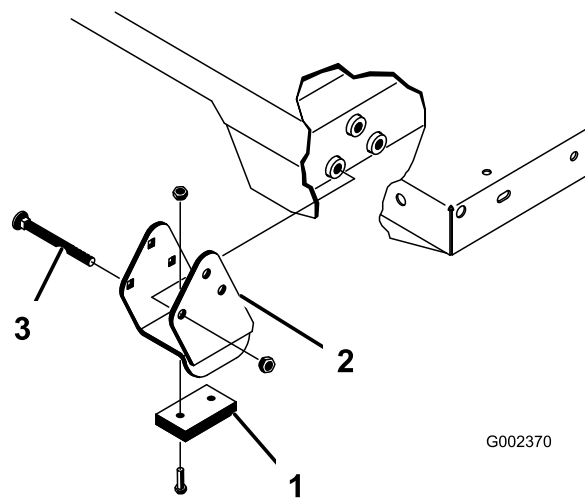

Figura 34
Nota: Asegúrese de instalar los espaciadores y las pletinas de desgaste (Figura 34) con las cabezas de los pernos de cuello cuadrado dentro de la máquina.
2. Coloque la plataforma con cuidado sobre el bastidor del vehículo, alineando los taladros de las placas de giro traseras con los taladros del bastidor e instale 2 pasadores con chavetas (Figura 34).
3. Con la plataforma bajada, fije cada varilla de cilindro a la ranura correspondiente de las chapas de montaje de la plataforma con un pasador y una chaveta. Inserte el pasador desde la parte exterior de la plataforma, con la chaveta hacia fuera (Figura 34). Las ranuras traseras son para la instalación de la plataforma completa, y las delanteras son para la instalación de la plataforma de 2/3.